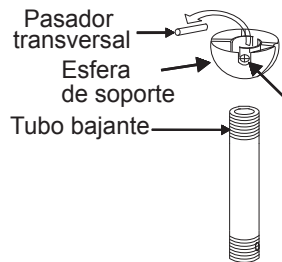

Fig. 8
Paso 5. Retira la esfera de suspensión del conjunto del tubo bajante bajante el tornillo de fijación, desenroscando y quitando el pasador transversal y desatornillando la esfera del bajante. (Fig. 8)